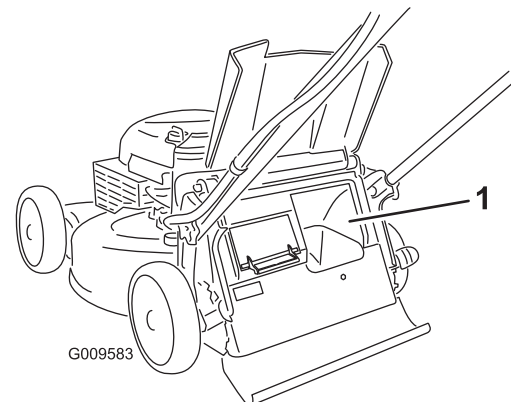

Figuur 19
- Als u het gras en de bladeren wilt opvangen, druk dan op de knop van de grasvangerhendel en beweeg deze naar voren tot de knop op de hendel naar boven klikt (Figuur 19).